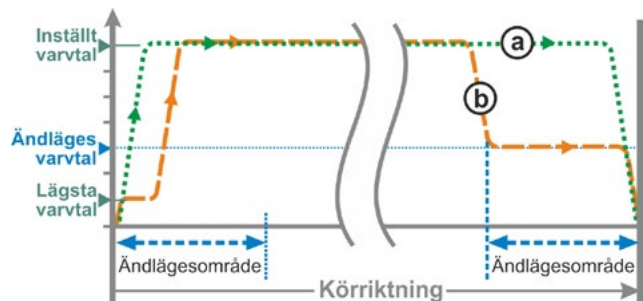

Bild 3: Ändlägesvarvtal "Snabbstart/-stopp"
- Vid **vägberoende** avstängning reduceras varvtalet kort före ändläget så att ställdonet stannar utan att ändläget körs förbi, se bild 3, kurva **a**.